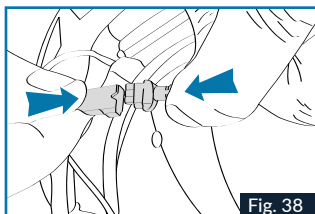

Fig. 38
10. Effectuer le branchement de batterie (connecteur noir 3 branches), et le clavier suivant la Fig.38.